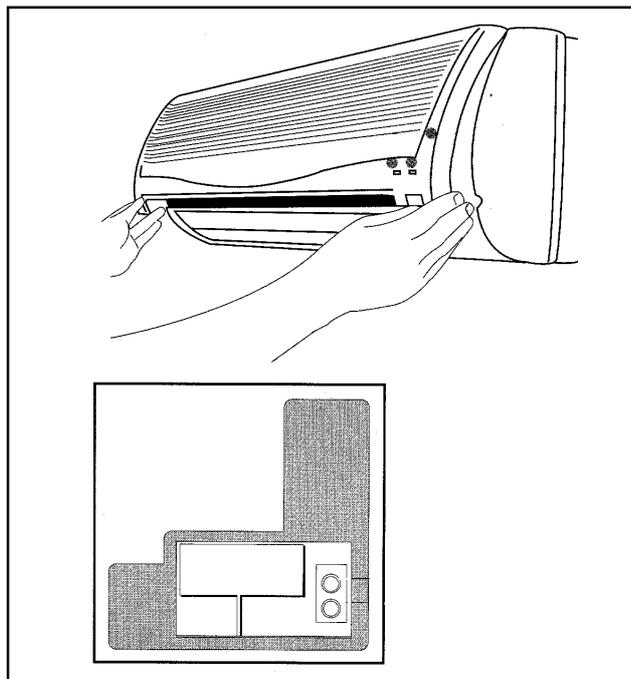

FIGURA 18
- \* Levante o painel frontal e remova os parafusos da tampa do bloco de terminais. (Figura 18)